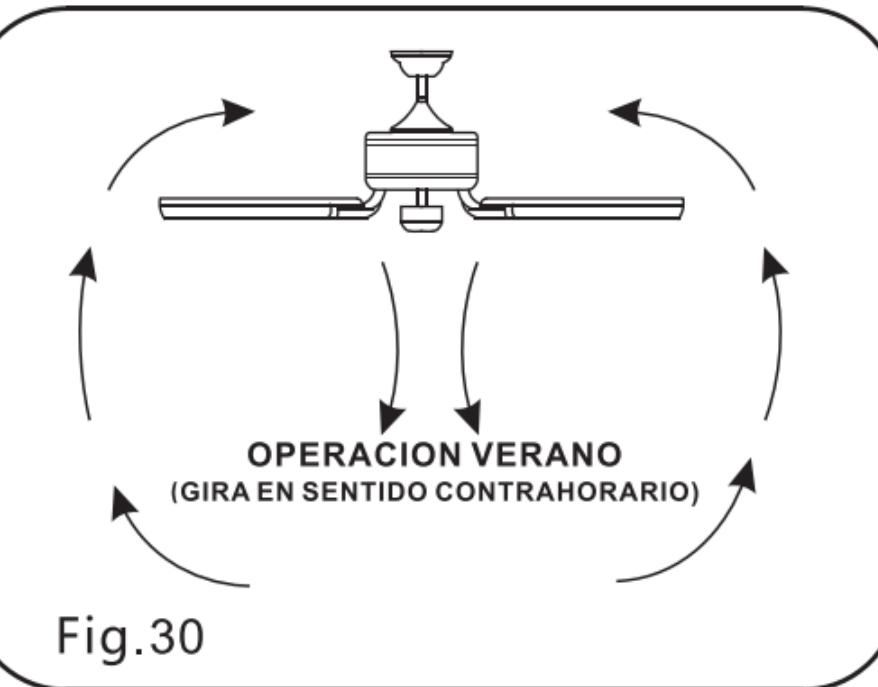

Fig.30
**Clima Caliente:** Una corriente de aire descendiente crea un efecto refrescante como se muestra en la Fig.30 esto permite ajustar el aire acondicionado a una temperatura mas alta sin que esto afecte su bienestar.